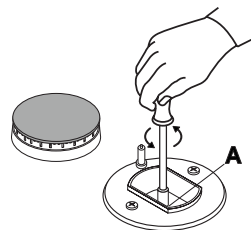

Abb.5
- die Düsen "A" (Abb.5) mit Hilfe eines 7 mm Steckschlüssels ausschrauben und durch die Düsen ersetzen, die einen geeigneten Durchmesser entsprechend der verwendeten Gasart gemäß nachstehender Tabelle 1 "Merkmale der Brenner und Düsen" aufweisen.